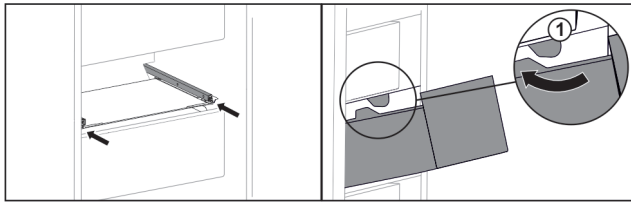

Fig. 37
- ▶ Обведите выдвижной ящик вокруг стопора Fig. 37 (1).*